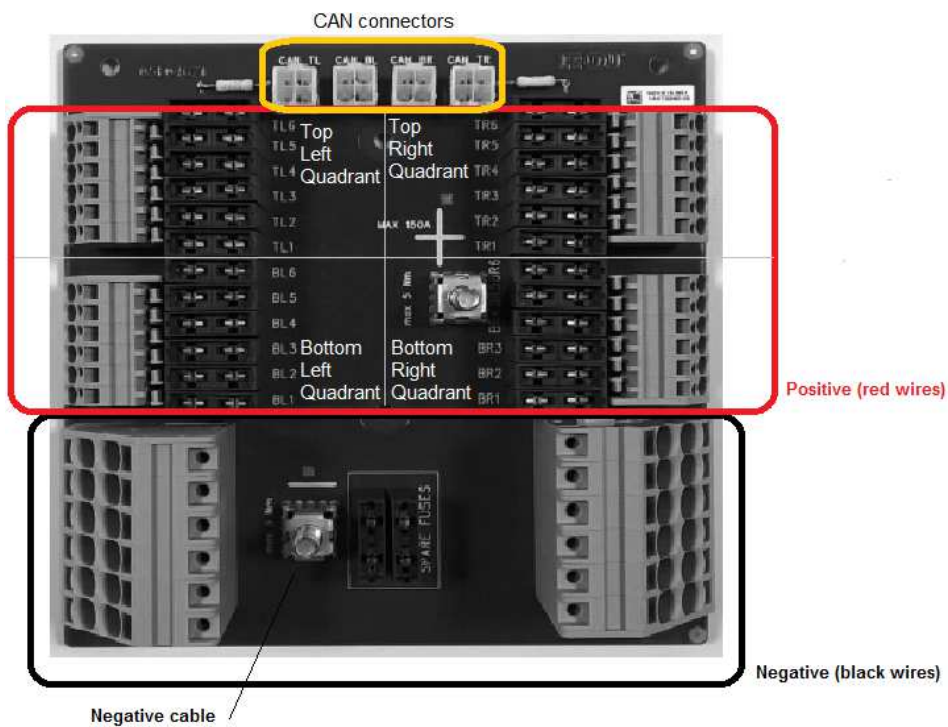
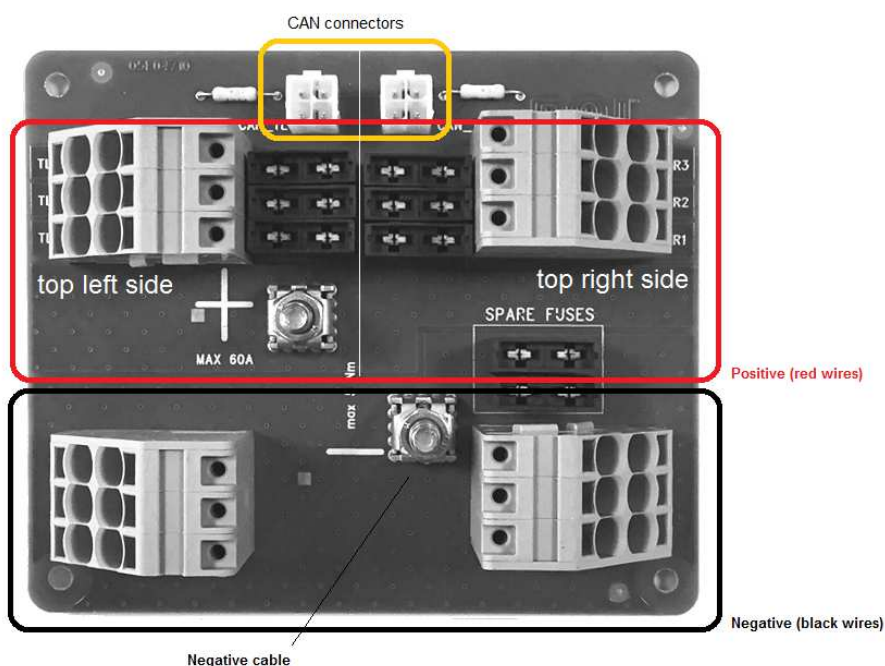

Figura 15 - Conexiones SDB 12+12
Figura 16 - Conexiones SDB 3+3
La Figura 15 y la Figura 16 aclaran la organización de las conexiones en las dos versiones de tarjeta contenidas en las SDB, respectivamente SDB 12+12 (56C00646) y SDB 3+3 (56C00651).
- + El conector CAN (Molex Mini-Fit jr 4 polos de color blanco) se debe conectar con el enchufe CAN que corresponde al cuadrante (Rectángulo amarillo en Figura 15 y Figura 16).
+ Los enchufes CAN en SDB (rectángulo amarillo en *Figura 15* y *Figura 16*) que no hayan sido usados se deben precintarse otra vez con precinto código 05R01385.